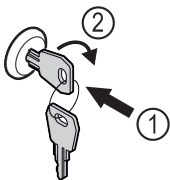

Fig. 159 Beispielhafte Darstellung
- Schlüssel hineindrücken Fig. 159 (1).
- Schlüssel um 90° im Uhrzeigersinn drehen Fig. 159 (2).